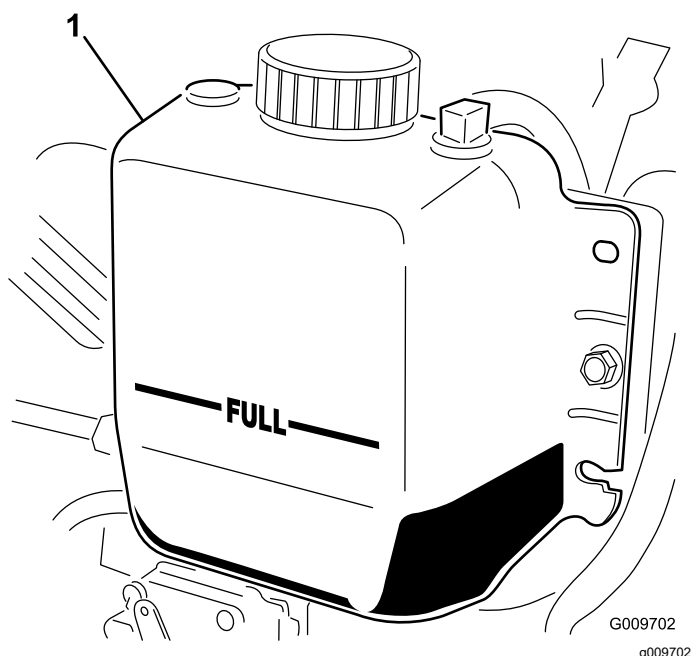

図 85
3. ラジエーター内部の液量を点検する。ラジエーターは補給口の首の部分まで、補助タンクはFULLマークまであれば適正です 図 85。